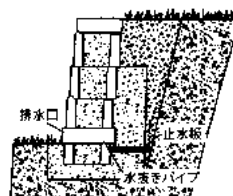

図4-11
- ・ ABロックに穴をあけ、水抜きパイプを通す場合には止水板を設置してください。水抜きパイプにはφ75の塩ビ管を用い壁面 3㎡に1箇所以上設置してください。(図4-11、写真4-8)